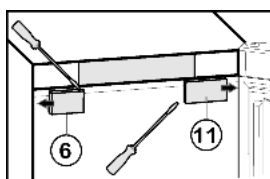

Fig. 5
- ▶ Zdjąć osłonę od strony uchwytu Fig. 5 (6): zwolnić po prawej stronie za pomocą śrubokrętu i wysunąć na zewnątrz.
- ▶ Zdjąć osłonę od strony zawiasu Fig. 5 (11): zwolnić po lewej stronie za pomocą śrubokrętu i wysunąć na zewnątrz.
- ▶ Założyć od zewnątrz osłonkę Fig. 5 (6) po stronie uchwytu, obrócić ją o 180°, i zazębnić.
- ▶ Założyć od zewnątrz osłonkę *Fig. 5 (11)* po stronie zawiasu, obrócić o 180°, i zazębić.